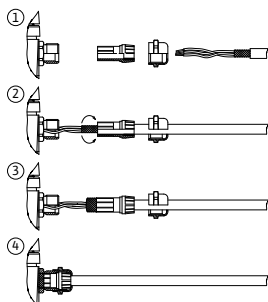

Fig. 24: Blindagem
A blindagem é ligada na passagem de cabos do módulo eletrónico. Ver Fig. 24.
Os cabos das entradas digitais, entradas analógicas e da comunicação de bus devem ser blindados através do prensa-fios metálico da passagem de cabos (Fig. 18, pos. 4, 5 e 6). Blindagem, ver Fig. 24.